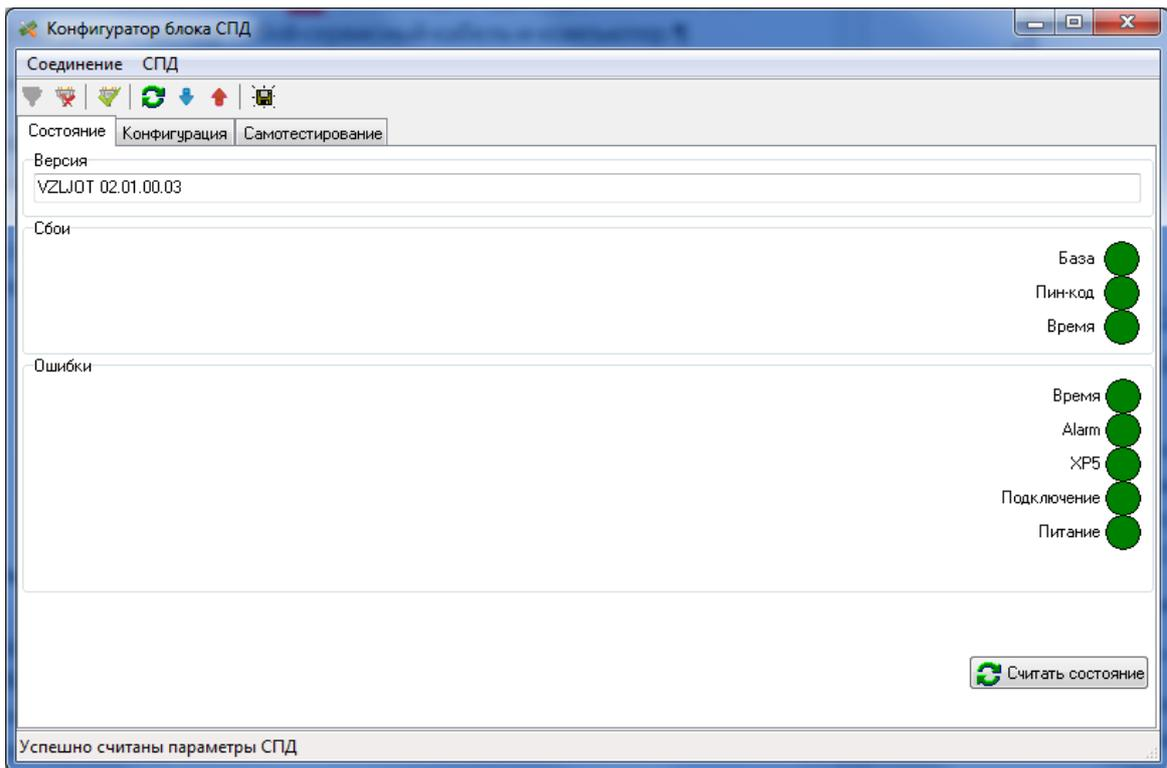

Рис.4. Вкладка «Состояние» программы «Конфигуратор блока СПД»
3.1.5. Нажмите кнопку  **«Считать состояние и конфигурацию из блока СПД»**. В окнах **«Сбои»** и **«Ошибки»** отражается текущее состояние конфигурации блока СПД. При нормальной работе все флаги светятся зеленым цветом. Окно программы примет вид, приведенный на рис.4.
3.4.1. Перечень неисправностей и нестандартных ситуаций, диагностируемых прибором и индицируемых в окне «**Состояние**» программы «Конфигуратор блока СПД» (см. рис.4) приведен в табл.3.